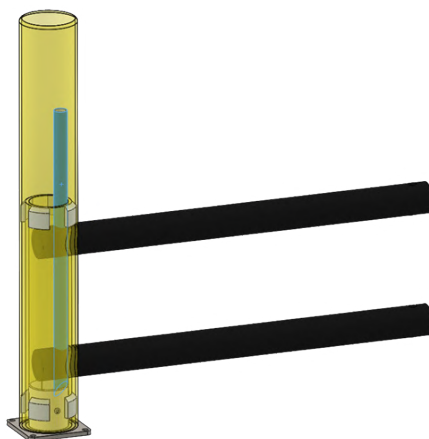

Рисунок 3. Закрепление секции в столбе.
3. Забить фиксирующую трубу для закрепления секции в столбе (рис. 3).